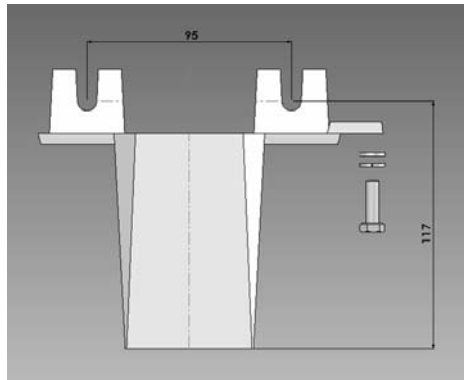

Fig.6 Bodenkonsole rechts von vorn
- Gerät mit den beiliegenden Scheiben, Federringen und Sechskantschrauben M6 an den Bodenkonsolen **handfest** verschrauben. Dabei von der Unterseite der Befestigungslaschen der Bodenkonsolen in das Gerät schrauben (Fig.6).